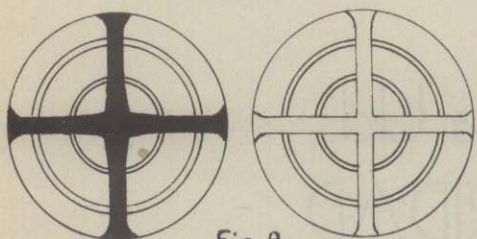

Fig. 8
a) si aparece un conjunto de anillos coloreados concéntricos, atravesados por una cruz negra que al girar el analizador está substituida por otra cruz blanca; entonces el mineral es **monoáxico** y la lámina está cortada perpendicularmente al eje óptico (cristales del sistema cuadrático y exagonal) (fig. 8).